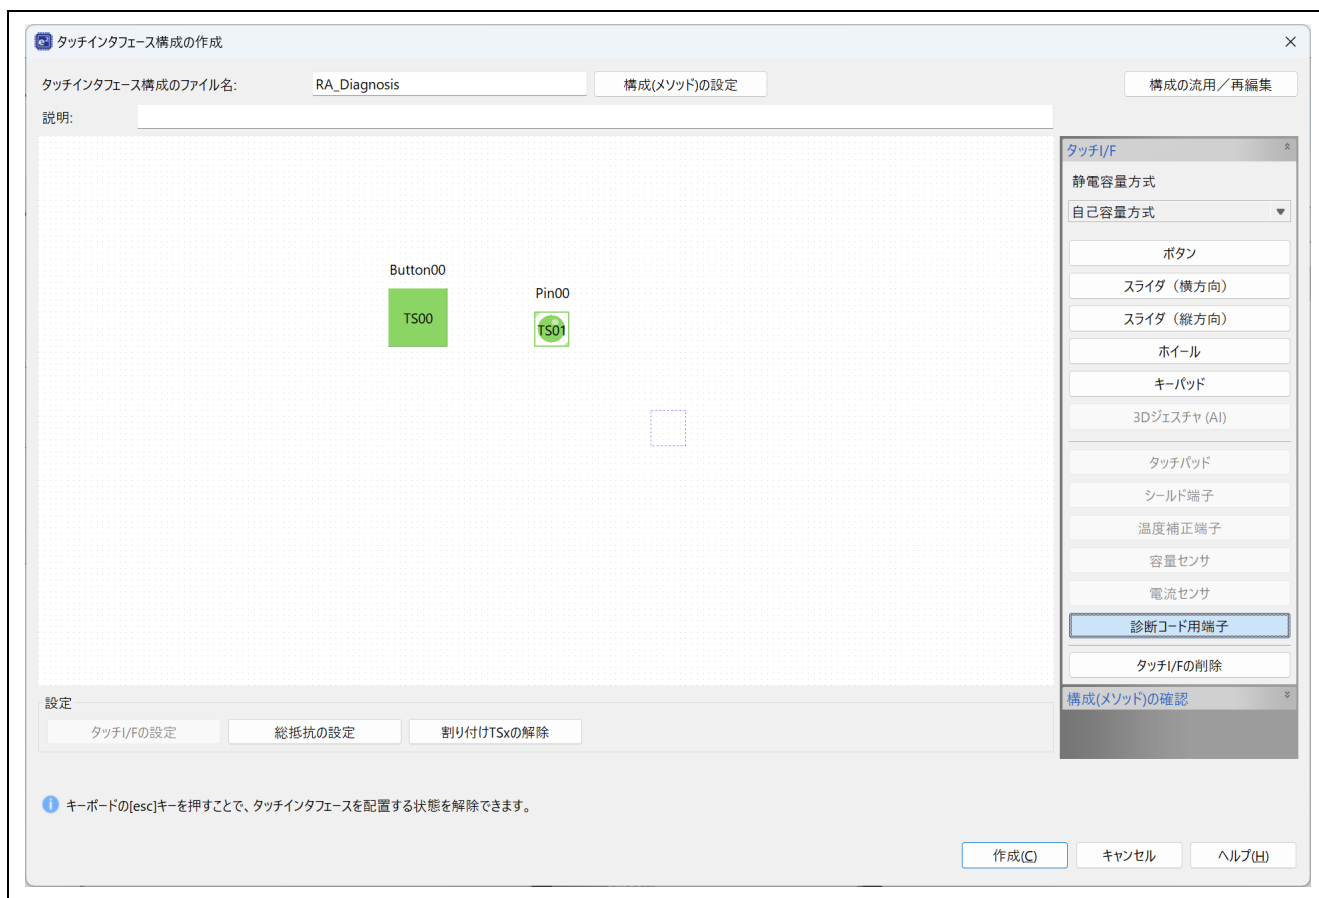

図 6-12 タッチインタフェースの設定で TS 端子を設定
14. [Renesas Views] -> [Renesas QE] -> [Cap Touch ワークフロー(QE)]を開きます。図 6-12 に示す通り、[タッチインタフェース構成の選択]をクリックし、既存のタッチインタフェース構成の編集または新規作成を行います。
15. CTSU の計測に使用する電極の設定をします。CTSU1 においては、図 6-12 に示す通り、診断コード用端子を配置し、その端子に「2.6 センサオフセット診断 (TS 端子使用)」に使用する TS 端子を割り当ててください。